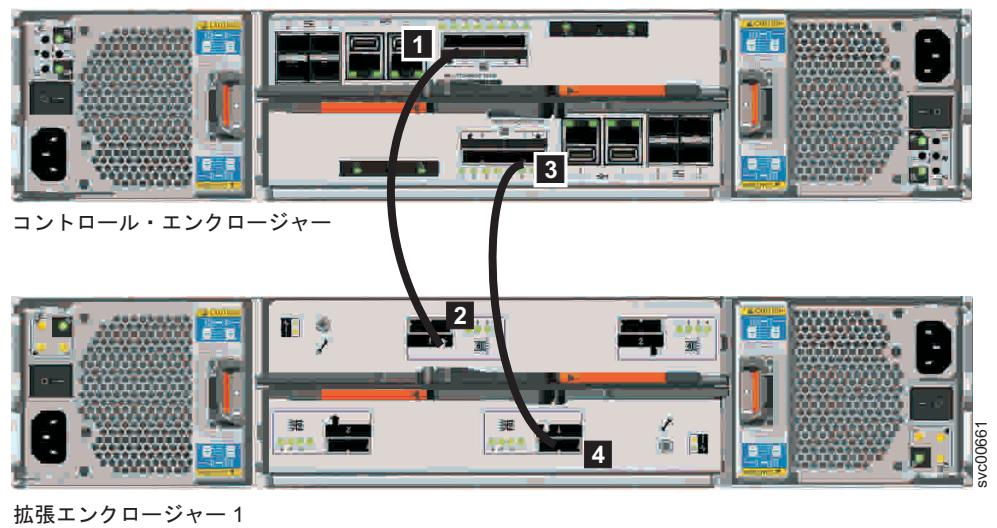

図 45. コントロール・エンクロージャーへの拡張エンクロージャーの取り付け
- コントロール・エンクロージャーの SAS ケーブルを最初の拡張エンクロージャーに接続します (61 ページの図 45 を参照)。保護エンド・カバーを取り外します (必要な場合)。最初の拡張エンクロージャーはコントロール・エンクロージャーの下にあります。